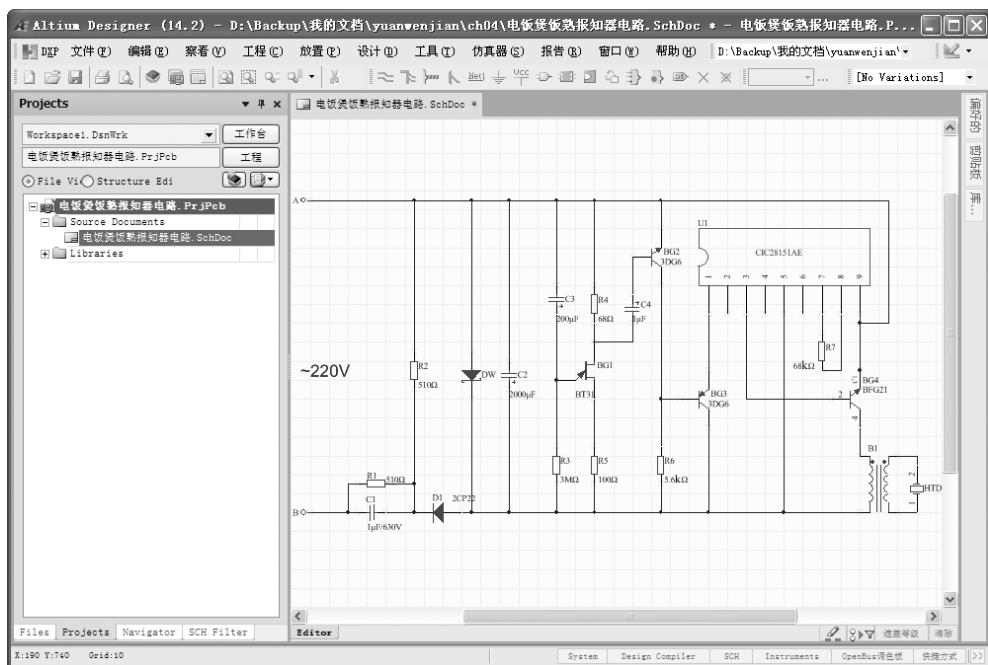

图 4-52 原理图绘制结果
3) 在原理图中放置电源后检查和整理连接导线，整理后的原理图如图 4-52 所示。